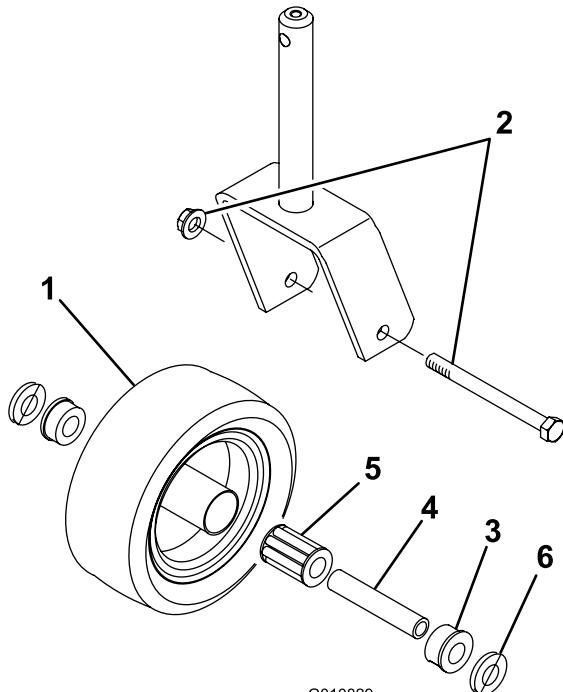

Figure 22
- Enlevez le contre-écrou de la vis qui fixe la roue pivotante à la chape (Figure 22).
- Sortez la douille pour clé du moyeu de roue (Figure 22).
- Insérez l'autre bague dans le côté ouvert du moyeu pour bloquer le roulement à l'intérieur (Figure 22).